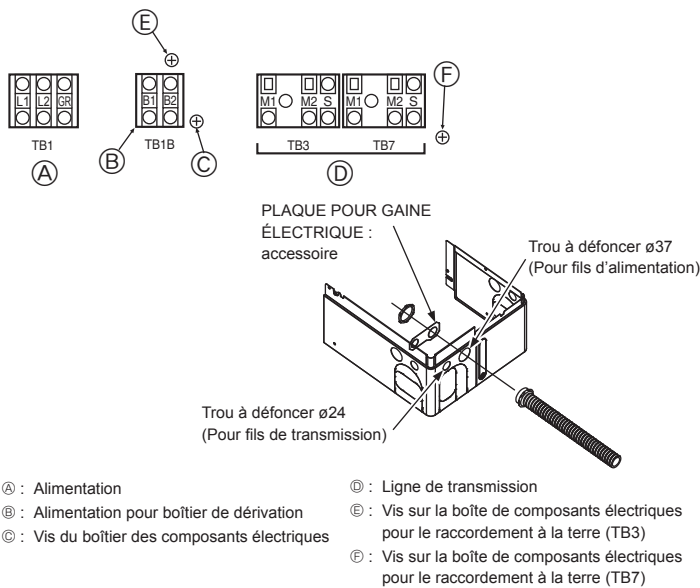

Fig. 6-1
- ⑨ Avant de mettre l'appareil extérieur sous tension, veiller à mettre sous tension les appareils intérieurs et les boîtiers de dérivation.
6.2. Boîtier de commande et emplacement pour le raccordement des câbles (Fig. 6-1)